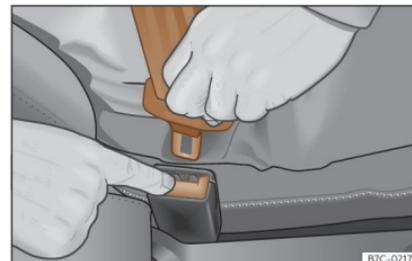

Fig. 20 Soltar la lengüeta del cierre del cinturón.
- Presione la tecla roja en el cierre»» fig. 20 . La lengüeta se desabrochará de la hebilla.